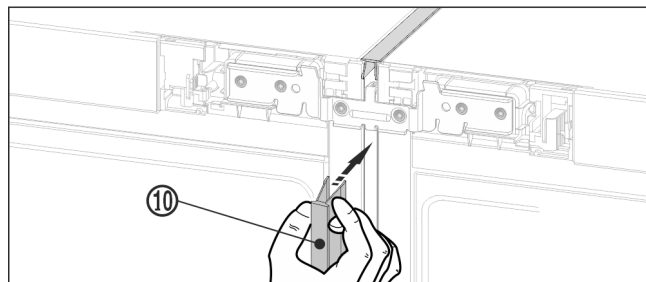

Fig. 21 *
- En la parte delantera, presione el listón embellecedor Fig. 21 (10) largo para introducirlo en la ranura vertical. Preste atención a que el listón embellecedor quede sobre la chapa de unión.*